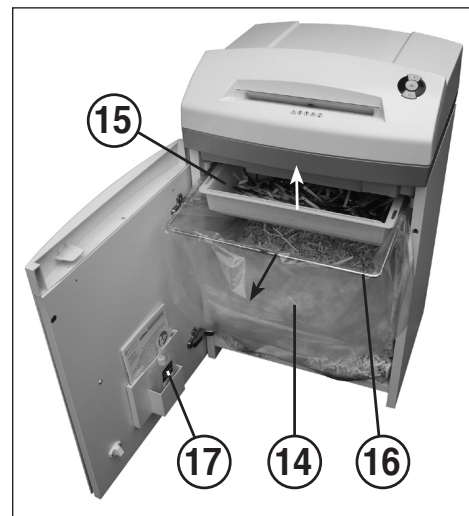

fig. 4
- 14 = Sac collecteur pour papier (fig. 4)
- 15 = Bac collecteur pour CD/DVD (fig. 4)
- 16 = Cadre pour sac (fig. 4)
- 17 = Récipient d'huile (fig. 4, 6)
VIDER LE SAC COLLECTEUR POUR PAPIER (fig. 4)
VIDER LE BAC COLLECTEUR POUR CD/DVD (fig. 4)